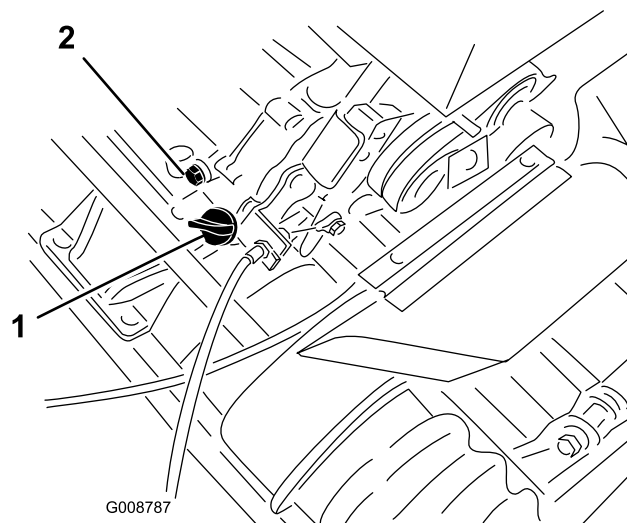

Figure 22
1. Positionnez la machine de sorte que le moteur soit de niveau et nettoyez la surface autour de la jauge d'huile (Figure 22).
2. Placez un bac de vidange sous le bouchon de vidange à l'arrière de la machine (Figure 22).